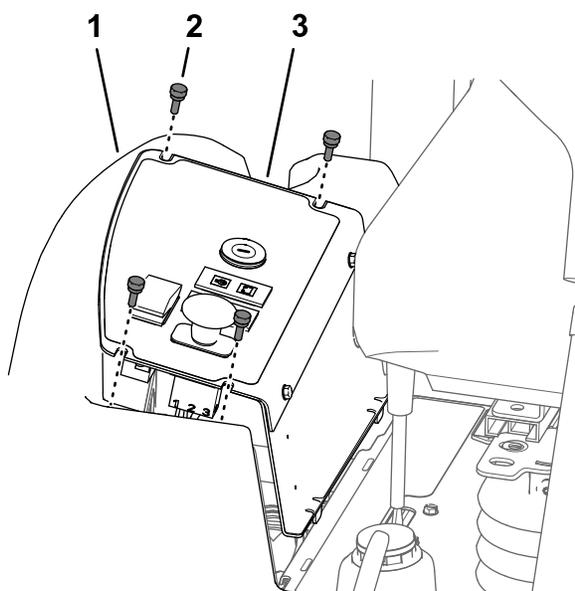

Figura 55
1. Rimuovete le 4 viti a testa zigrinata che fissano la piastra del pannello di controllo al serbatoio del carburante (Figura 55).
2. Sollevate la piastra del pannello di controllo (Figura 55).
3. Allineate le 2 scanalature nella parte superiore della piastra del pannello di controllo con i fori nella flangia del serbatoio del carburante (Figura 55).
4. Montate la piastra del pannello di controllo sulla flangia del serbatoio del carburante con le 4 viti a testa zigrinata (Figura 55) rimosse al passaggio 1 di Rimozione della piastra del pannello di controllo (pagina 52).